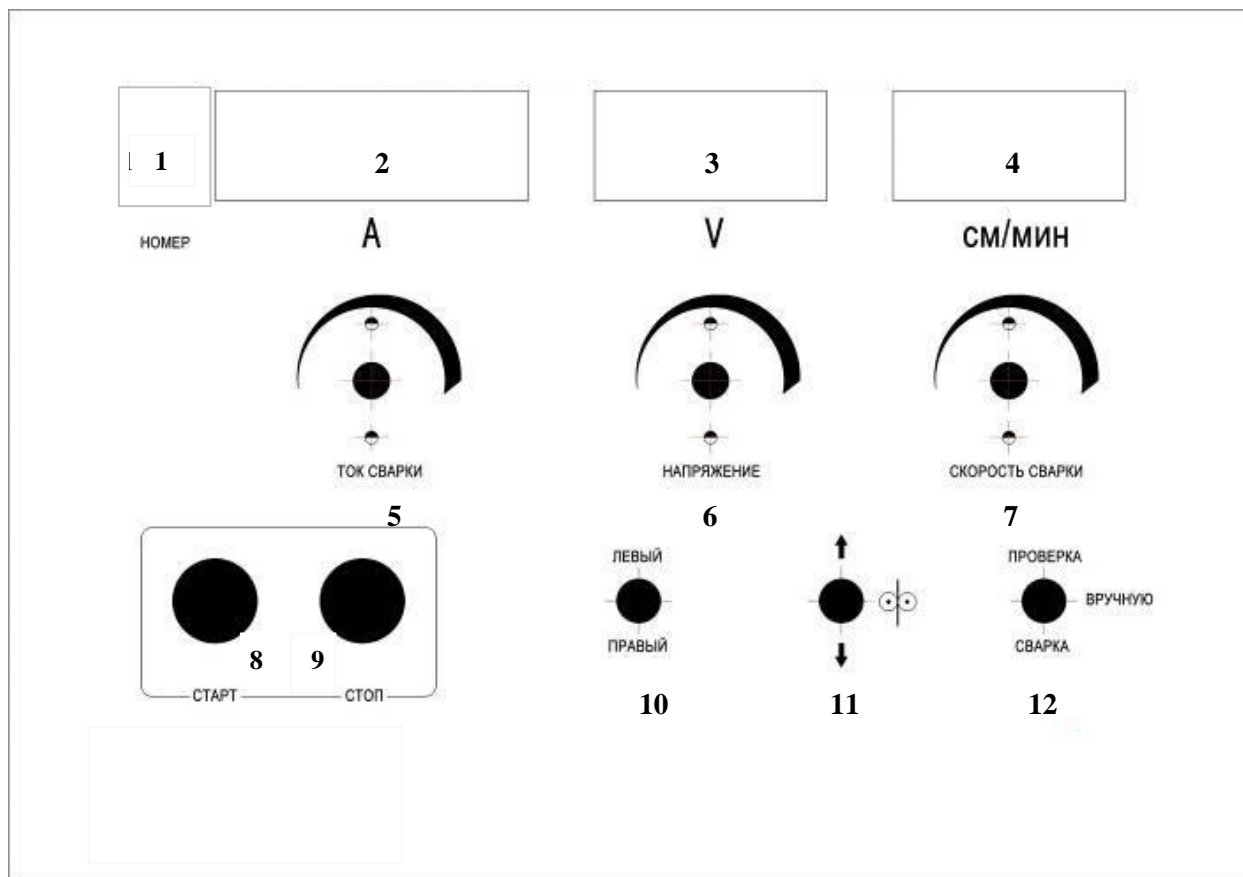
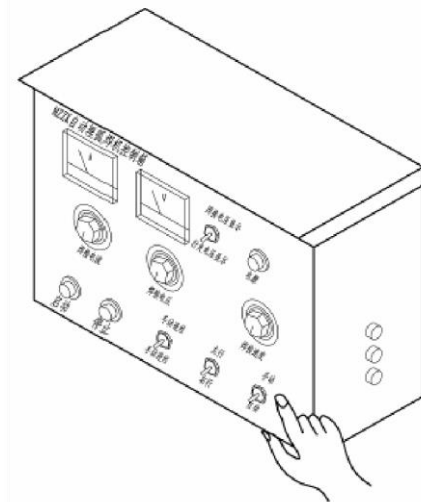

Рисунок 16: Панель управления сварочного трактора
Рисунок 17: Установка режима управления «ручной»
- Нажмите кнопку включения питания, дождитесь, пока загорится индикатор питания (4, Рисунок 16)
- Переключателем (6, Рисунок 16) установите ручное управление для подачи проволоки (Рисунок 17) в токоподводящий мундштук для установки необходимого вылета
- Переключателем (6, Рисунок 16) установите автоматическое управление